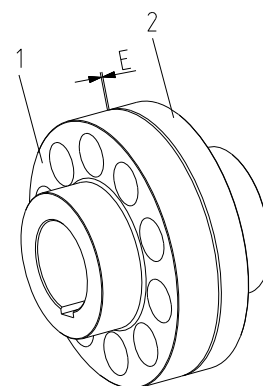

Fig. 11
- Déplacer les ensembles axialement jusqu'à atteindre la cote E (voir fig. 11).